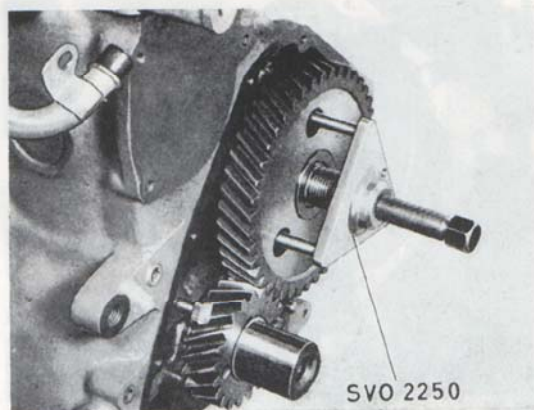

Bild 54. Demontering av kamaxelhjul
6. Demontera kamaxelmuttern och dra av hjulet med avdragare 2250, se bild 54.
5. Demontera kamaxelmuttern och dra av hjulet med avdragare 2250, se bild 54.